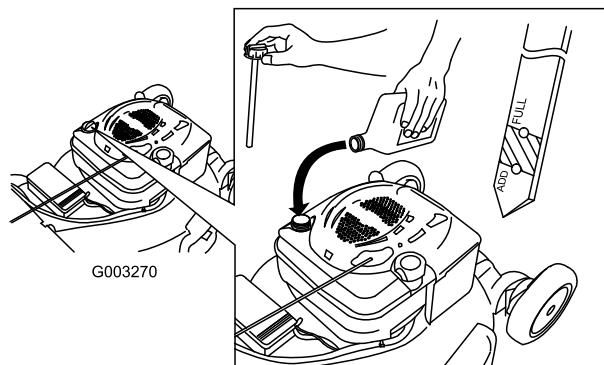

Figura 15
1. Retire la varilla, límpiela, y vuelva a colocarla (Figura 15).
2. Retire la varilla y compruebe el nivel de aceite (Figura 15). Si el nivel de aceite está por debajo de la marca Add de la varilla, vierta **lentamente** aceite en el tubo de llenado hasta que el nivel llegue a la marca Full de la varilla. **No llene demasiado.** (Capacidad máxima: 0,59 l, tipo: SAE 30W, aceite detergente con clasificación de servicio API SF, SG, SH, SJ, SL o superior.)